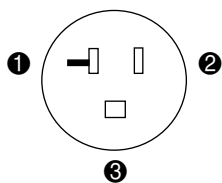

図1. 北米用電源コンセント
- 専用コンセント (図1) と20Aのサーキット ブレーカをライブラリへの電源供給に必ず使用してください。使用する国で認可されている $3 \times 1.5\text{mm}^2$ のハーモナイズド電源コードと適切な電源コンセントを使用する必要があります。HP製品についての重要な安全上の注意事項および電源コードについては、『安全に使用していただくために』を参照してください。